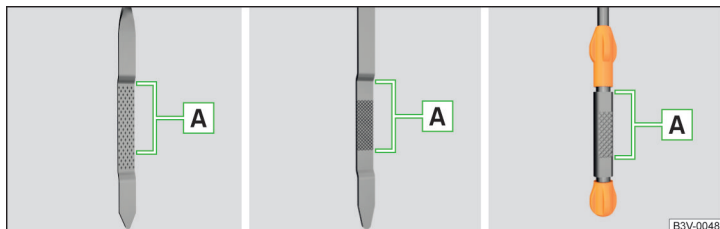

Abb. 319 Ölmessstabvarianten
Der Ölstand muss im Bereich **A** liegen » Abb. 319. Liegt der Ölstand unterhalb des Bereichs **A**, das Öl nachfüllen.
- Der Ölstand darf keinesfalls außerhalb des Bereichs **A** liegen » Abb. 319 - anderenfalls besteht die Gefahr der Beschädigung des Motors sowie der Abgasanlage.